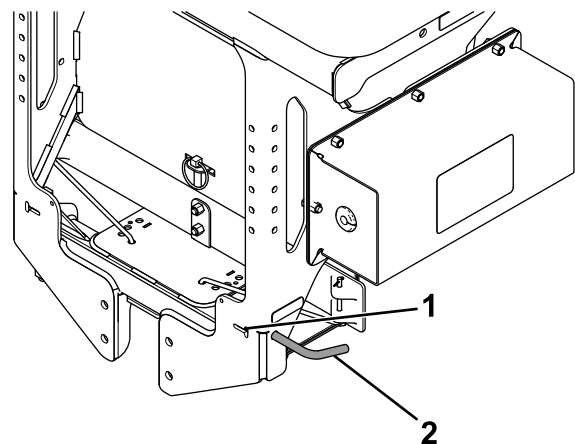

Bild 26
3. Ziehen Sie den Federstift der Streuscheibe nach außen und arretieren ihn in der Arretiernut (Bild 26).